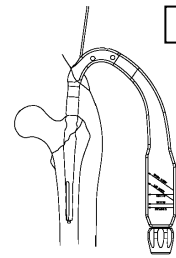

図 4
- 4) ターゲットデバイスを叩かないよう、用手的にネイルを髄腔へ挿入します。挿入後、ガイドワイヤーを取り外します。(図 4)